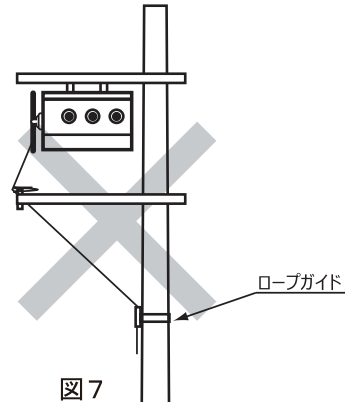

図7
- ⑤入切操作がスムーズにできない可能性がありますので、操作用ロープがジグザグになる場合は、ロープガイドは使用しないでください。(図7)